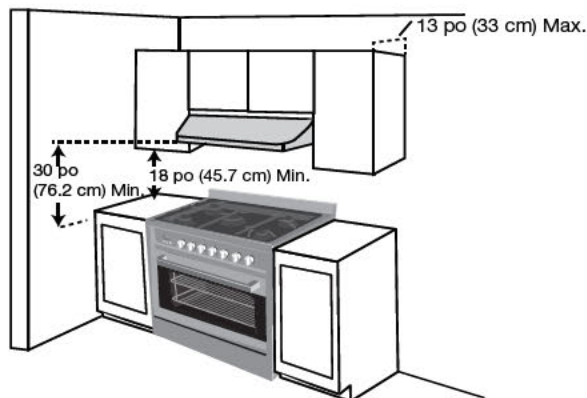

Figure 1
- Dans la zone de travail près de la cuisinière, il faut prévoir un espace de dégagement d'au moins 45,7 cm (18 po) entre le comptoir et le bas de l'armoire. (voir la figure 1).